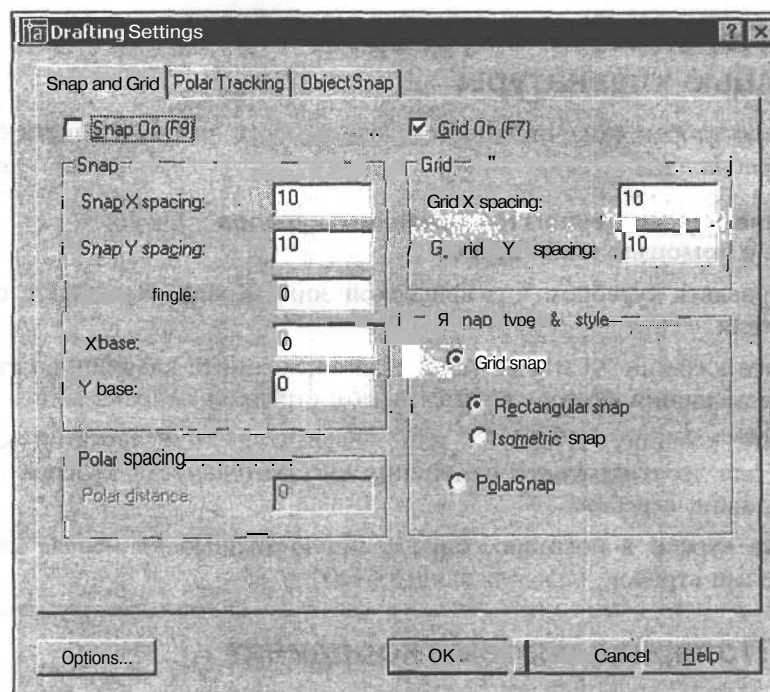

Рис. 14.4. Диалоговое окно для настройки шага, угла поворота сетки и ограничения перемещения курсора
Команда SNAP (ШАГ) имеет несколько опций, которые настраиваются в диалоговом окне **Drafting Settings** (Режимы рисования) (рис. 14.4).
1. Откройте выпадающее меню **Tools** (Сервис) и выберите из него **Drafting Settings** (Режимы рисования). Появится диалоговое окно **Drafting Settings** (Режимы рисования) (см. рис. 14.4).